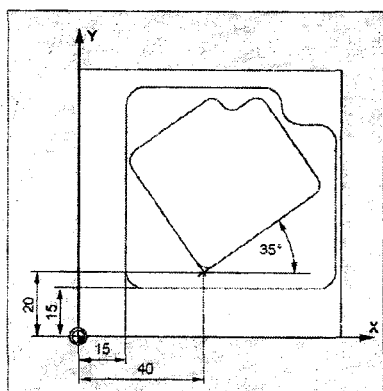

Рис. 5.11. Деталь с двумя контурами различных размеров
5.3. Запрограммируйте необходимые трансформации для обработки контуров, представленных на рис. 5.11. Контуры имеют разный масштаб и повернуты по отношению друг к другу. Коэффициент масштабирования меньшего контура 0,7 по обеим осям. Обработку контура задайте в подпрограмме FORMA3.